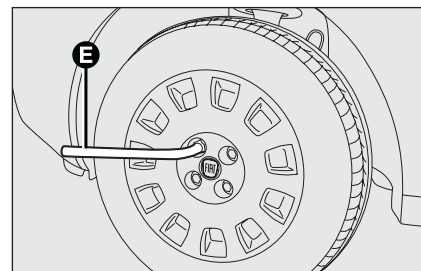

fig. 13
- ☐ afloje de un giro las tuercas de fijación, utilizando la llave en dotación **E-fig. 13**; para coches con llantas en aleación, mueva el coche para facilitar la separación de la llanta del eje de la rueda;